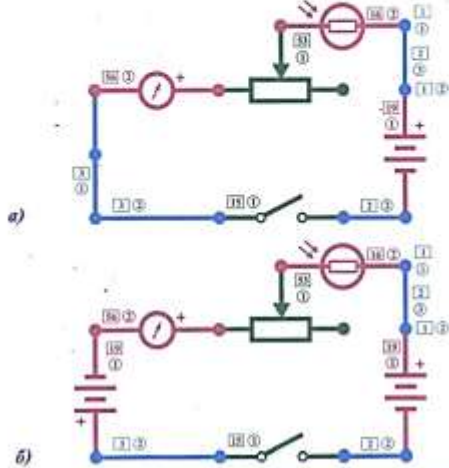

Рис. 17.4. Схемы исследования свойств фоторезистора
1. Убедимся, что ток, протекающий через фоторезистор, зависит от уровня освещенности. Для этого соберите схему рис. 17.4а. Так как освещенность в разных точках комнаты разная, то необходим реостат для регулирования тока через гальванометр. Регулируя реостат, добейтесь, чтобы стрелка гальванометра отклонилась на максимальное значение, но не далее отметки «10».
Разомкните выключатель и подключите еще одну батарею как показано на рис. 17.4б. Этим самым мы увеличили напряжение. Сама схема должна оставаться на прежнем месте, чтобы уровень освещенности оставался неизменным. Замкните выключатель. Запишите в таблицу новые показания микроамперметра. По закону Ома ($R = U/I$) рассчитайте значение сопротивления фоторезистора для обоих напряжений и токов и запишите их в Таблицу 17.1.
Казалось бы, чего проще — закрыть пальцем сверху фоторезистор, вот и темнота. Но это не совсем так. Верните схему в состояние как на рис. 17.4а. К освобожденным аккумуляторам подсоедините лампу 2,5 В и заслоните лампу пальцем (см. рис. 17.5). Палец просвечивает. А просвечивает ли фоторезистор свет, прошедший сквозь палец? Закройте пальцем фоторезистор, замкните выключатель. Стрелка осталась на нуле. Теперь возьмите выключенную лампу и поднесите ее сверху к пальцу. Чем ближе лампа к пальцу, тем сильнее будет отклоняться стрелка. Мы убедились, что у фоторезистора действительно высокая чувствительность. А вот если закрыть фоторезистор листком или книгой, то стрелка не отклонится даже при самом ярком свете. Закрывая фоторезистор тетрадными листами и постепенно увеличивая их количество, можно оценить предел его чувствительности и сравнить с чувствительностью своих глаз.
Поместите схему, собранную как на рис. 17.4а, рядом с окном или под самой яркой лампой на потолке. Регулируя реостат, добейтесь, чтобы стрелка гальванометра отклонилась на максимальное значение, но не далее отметки «10». Теперь при помощи этого измерителя найдите самое темное место в классе. В шкафу и под столом не в счет.